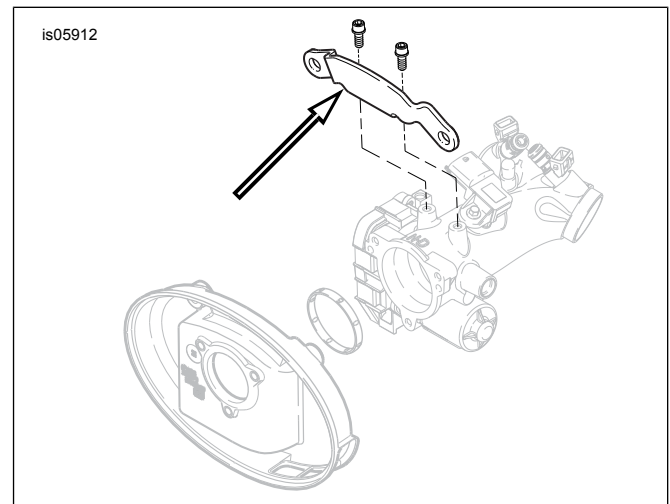

Figura 1. Rimozione della staffa di sostegno del modulo ad induzione
4. Vedere Figura 1. Rimuovere ed eliminare la staffa di sostegno del modulo ad induzione.